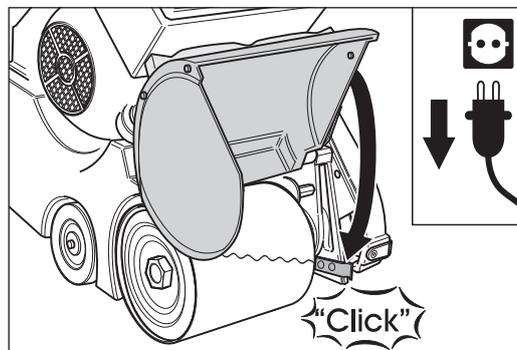

Abb. 23 Den Walzendeckel nach unten klappen. **Darauf achten, dass er fühlbar einrastet!**
- 7 Schließen Sie die Gehäuseöffnung, indem Sie den Walzendeckel nach unten klappen. **Achten Sie darauf, dass der Deckel fühlbar einrastet (Abb. 23)!**